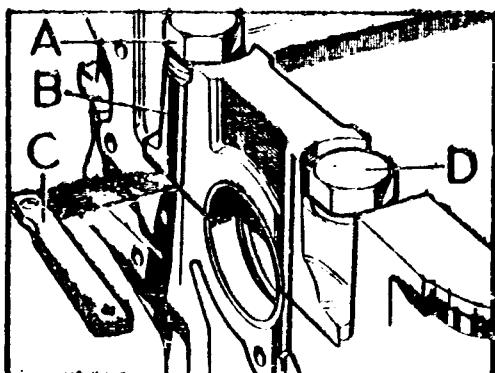

Fig. A3-99 Comprobación de la separación entre la tapa y el bloque (presión de ajuste)
- 1.7. Cuando la prueba anterior haya sido satisfactoria, se instalarán los semicojinetes y se repetirá la comprobación, debiendo quedar en este caso una separación de 0,10 á 0,15 mm. entre la superficie de apoyo de las tapas y la del bloque, medición que se hará con galgas calibradas, C (Fig. A3-99).